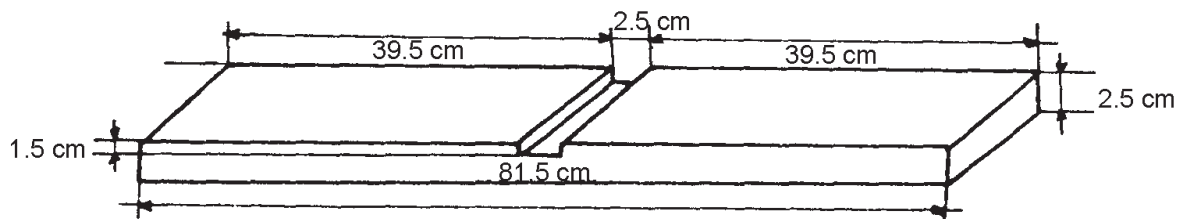

Figura 2
- Realiza un corte de 1.5 cm de profundidad por 2.5 cm de ancho a dos de las tablas de 80.5 cm de largo, por su lado ancho, como lo muestra la figura 2. Estas serán las piezas C y D.